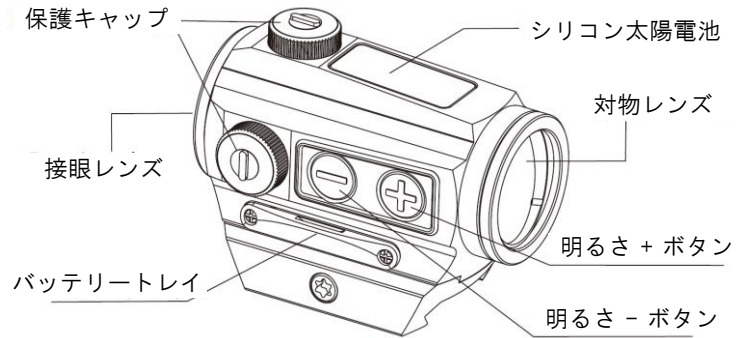

図1 PARALOW HS403C Red Dot Sight
3. 保護キャップ（図1参照）を開け、スロット付きねじ回しをスロット付きねじに合わせ、